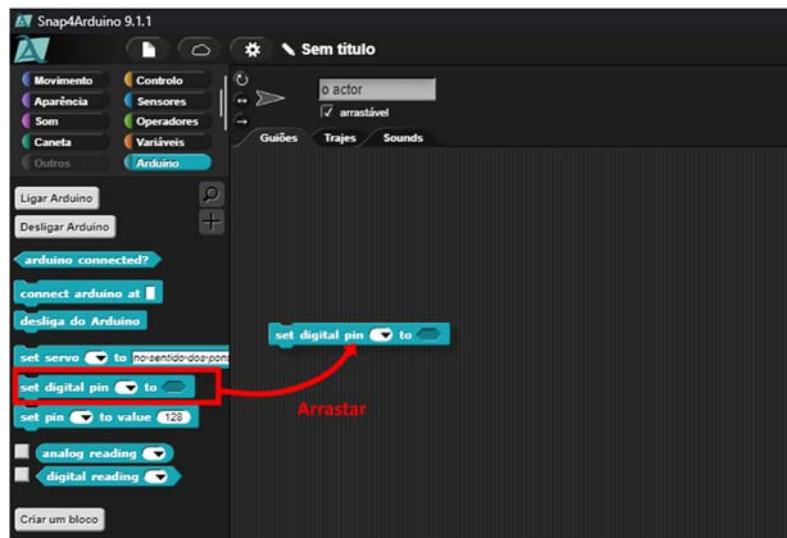
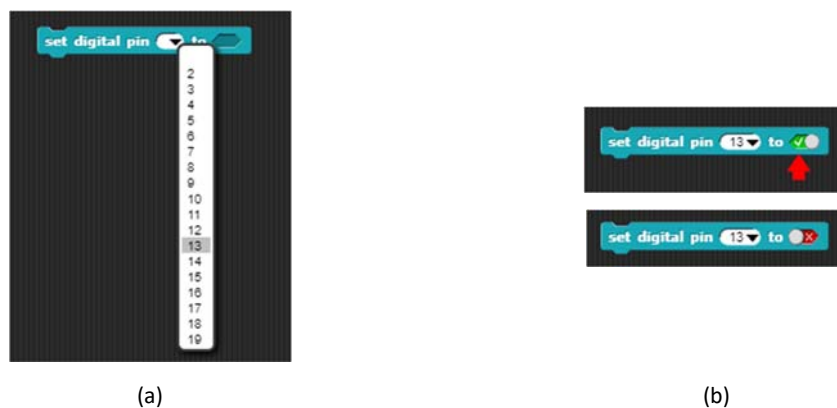

Figura 53 - Colocação do objeto "set digital pin" no ambiente de trabalho.
Figura 54 - Em (a), parametrização do porto de I/O e em (b) definição do valor lógico associado ao porto.
Utilizando o rato, enquanto se pressiona o botão esquerdo do rato em cima desse objeto, desloca-se para o ambiente de trabalho como se mostra na Figura 53. Depois de posicionado, o passo seguinte é parametrizar este objeto. Existem dois parâmetros a definir sendo que o primeiro é o número do porto ao qual se pretende aceder e o segundo o valor lógico que se pretende “escrever”. Relativamente ao primeiro, quando se clicar no item **pin** do objeto será aberto um *menu* onde poderá escolher o número do porto. Neste caso, será selecionado o ⑬ pois é nesse que o LED se encontra instalado. O segundo parâmetro aparece depois da palavra “to” e, com o ponteiro do rato no interior do hexágono, clicar até que a cor **verde** apareça. No Snap4Arduino, a cor **verde** está associada ao valor lógico “1” e a cor **vermelho** ao valor lógico “0”. A Figura 54 mostra a parametrização deste objeto.